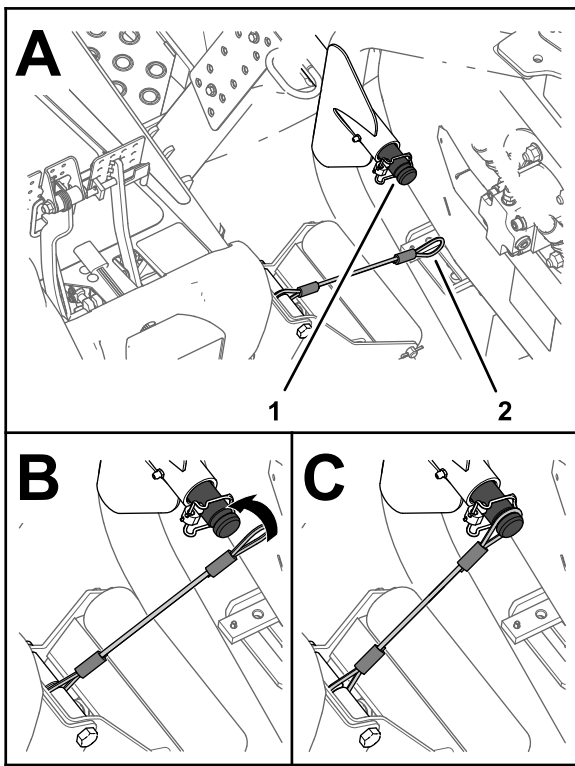

Figure 28
5. Placez le cordon devant l'arbre porteur du bras de levage de l'unité de coupe extérieure avant (Figure 28).
6. Enfilez la boucle du cordon sur l'arbre porteur jusqu'à ce que le cordon soit complètement engagé dans la rainure de l'arbre (Figure 28).